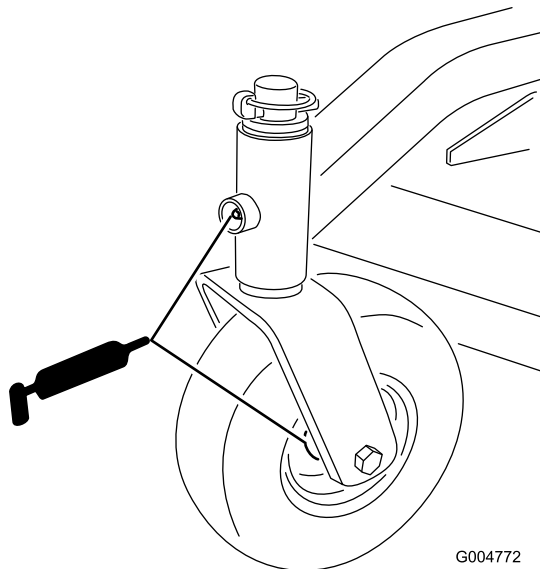

Bild 13
- Laufrad-Spindelbüchsen (Bild 13)
- Laufradlager (Bild 13)